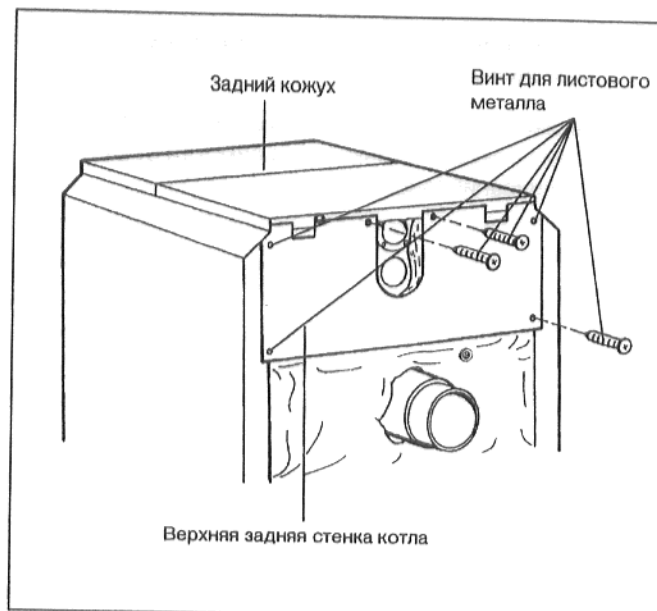

рис. 34
- Привинтить верхнюю заднюю крышку котла (рис. 34) к заднему кожуху и к боковым стенкам.